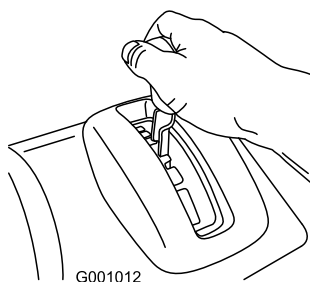

Figure 13
1. Placez le levier sélecteur de vitesse à la position de marche avant voulue, en veillant à bien l'engager dans le cran (Figure 13).